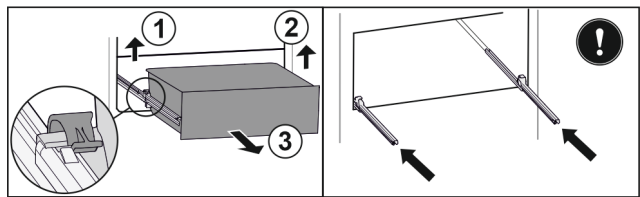

Fig. 118
- ▶ Приподнимите левый зажим и одновременно вытяните движением вперед выдвижной ящик слева. Fig. 118 (1)
- ▶ Приподнимите правый зажим и одновременно вытяните движением вперед выдвижной ящик справа. Fig. 118 (2)
- ▶ Извлеките выдвижной ящик движением вперед. Fig. 118 (3)